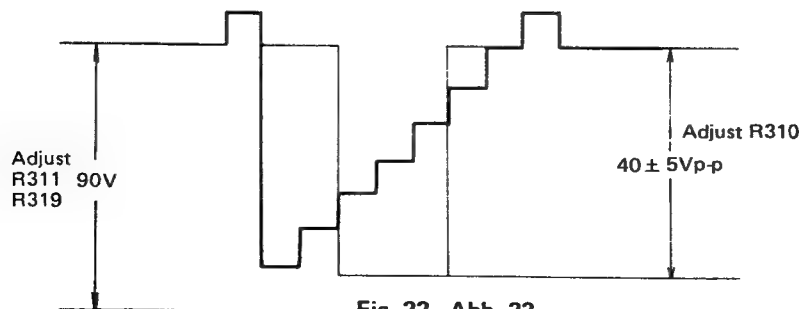

Fig. 22 Abb. 22
4. Adjust Bright and Sub-bright (R311) controls to $90V_{B-P}$ as in fig. 22.
5. Adjust sub contrast control (R310) to obtain the waveform as in fig. 22.
5. Den Grundkontrastregler (R310) so einstellen, daß die in Abb. 22 gezeigte Wellenform erreicht wird.